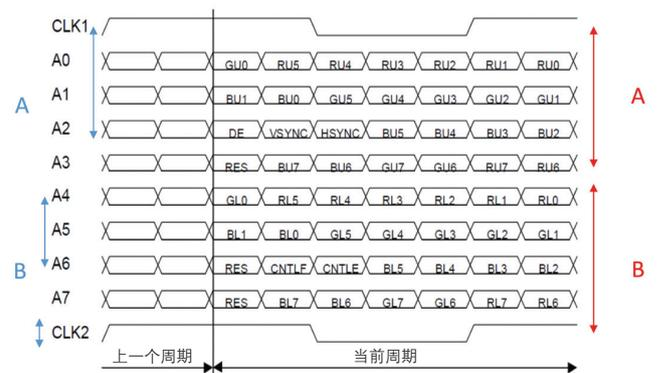

图 1. OpenLDI 可以支持 8 条数据通路 (A0 ~ A7) 及最多 2 条时钟通路 (CLK)。
对上面每种编码方式，物理层采用不同的结构，参见图 1。18 位单像素格式采用一个时钟和 3 条通路 (A)：A0 ~ A2 数据通路和 CLK1。双像素格式采用相同的通路和时钟，但增加了另一个时钟和另外 3 条通路 (B)：A4 ~ A6 和 CLK2。